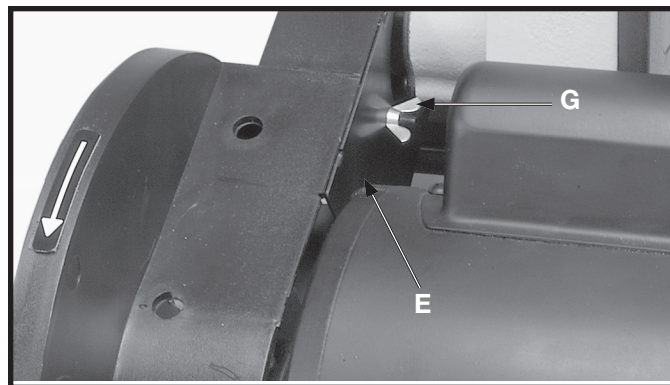
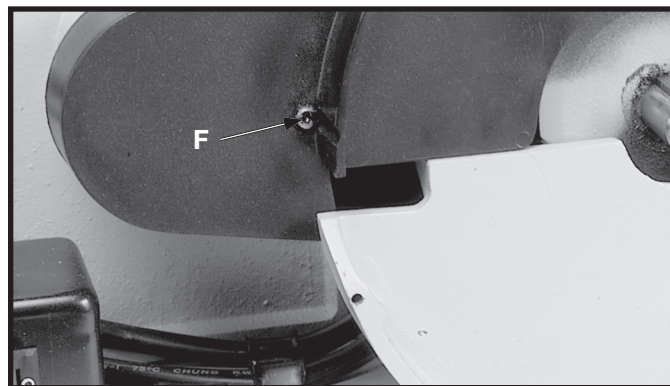

Fig. 6
Fig. 7
3. Assembler le dispositif de protection interne (E) fig. 6, au module de protection à l'aide d'une vis à tête cylindrique bombée de M4 x 0,07 x 45 mm (F) fig. 7, et un écrou à oreilles de M4 x 0,07 (G) fig. 6, comme indiqué.